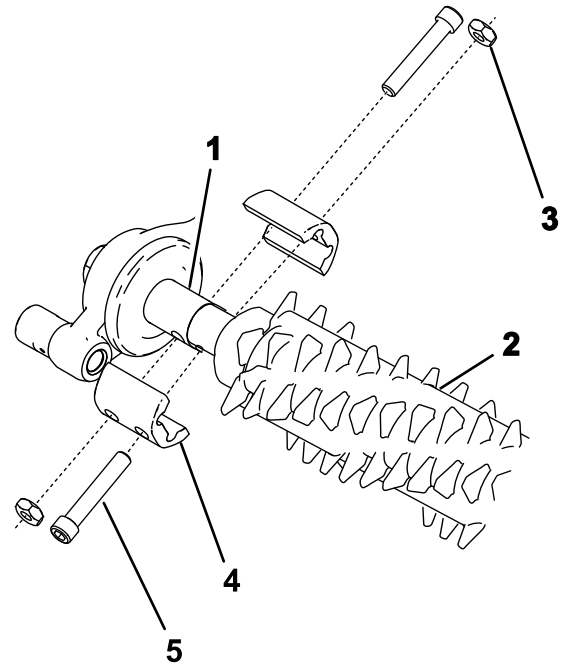

Figura 15
2. Alinee el conjunto de groomer con los ejes de transmisión de la caja de transmisión del groomer y del brazo libre (Figura 15).
3. Fije el groomer a la máquina, tal y como se muestra en la Figura 15 con 4 pernos (1/4" x 1 1/2"), 4 contratuercas y 4 abrazaderas del eje.